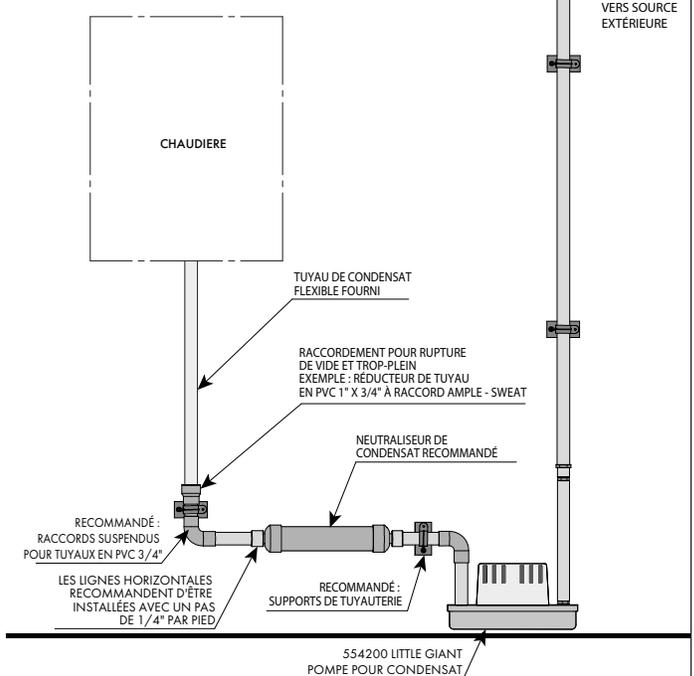

Figure 46 - Suggestions relatives à la réalisation de la ligne des condensats
8. Les réglementations locales en matière de construction peuvent exiger l'installation d'un neutraliseur dans la ligne (non fourni) pour traiter les condensats. Voir Figure 46. Si les autorités locales l'exigent, un filtre de condensats pour les cristaux de chaux, marbre ou copeaux de phosphate neutralisera les condensats légèrement acides. Suivez toutes les consignes d'installation fournies avec le neutraliseur. En cas d'installation d'un neutraliseur, remplacez régulièrement les granulés (ou l'agent neutralisant). Le taux d'usure des granulés varie selon l'utilisation de la chaudière. Au cours de la première année d'utilisation de la chaudière, vérifiez l'usure du neutraliseur à quelques mois d'intervalle.